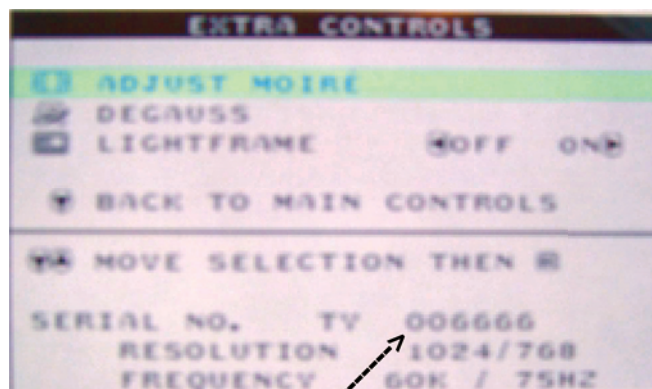

Fig. 18
4. Confirme se o número de série “123456” como mostrado na fig. 18.